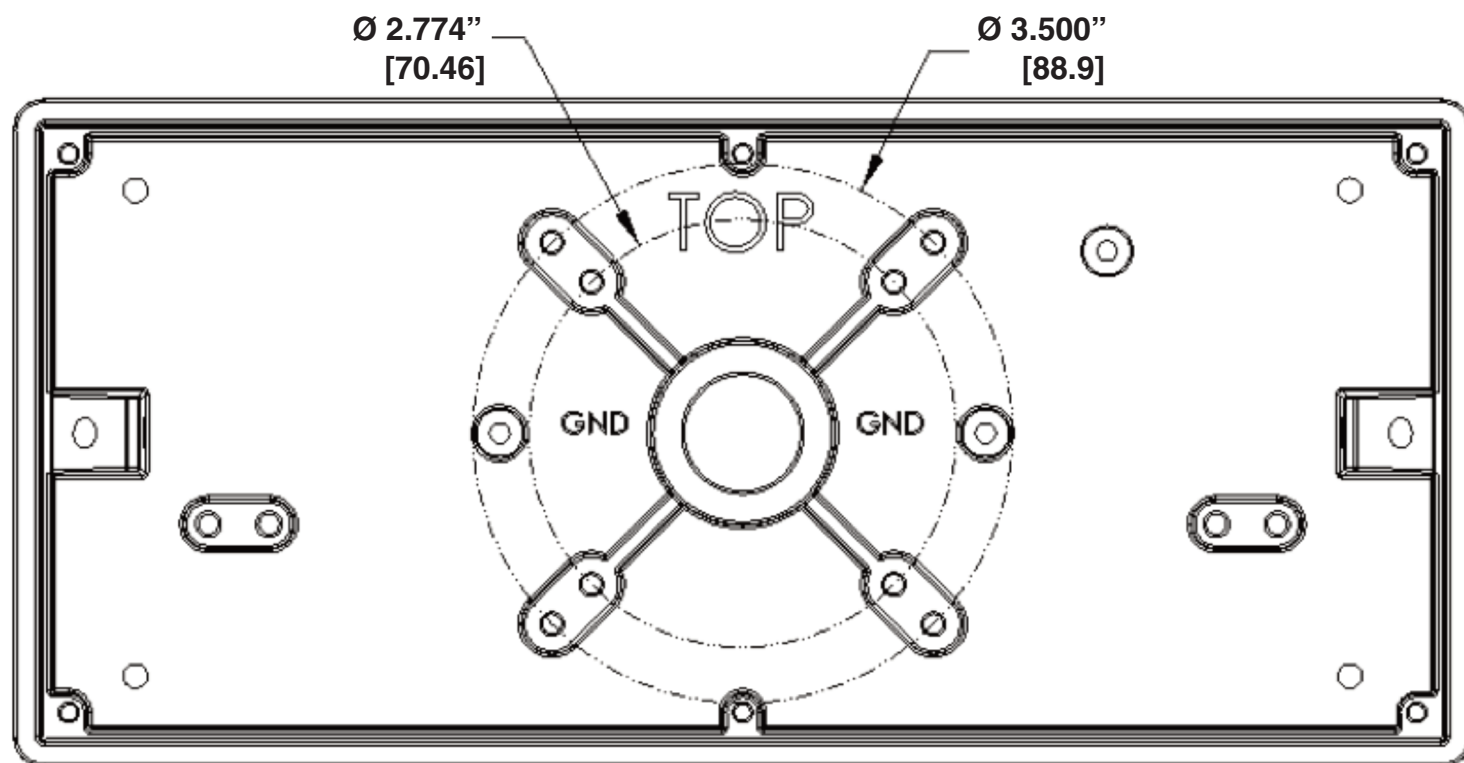

Fig. 8
9. Percez des trous de montage dans la plaque de montage en suivant le gabarit comme indiqué. Percer à travers les emplacements de trous surélevés qui correspondent aux points de montage sur la boîte de jonction prévue (**Figure 8**):